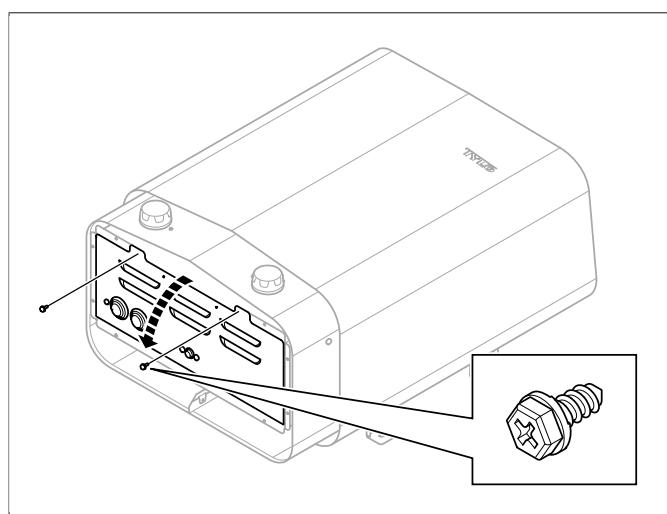

Fig 5: Öppna/stänga luckan
2. Lossa skruvarna och öppna luckan (se **Fig 5**, sidan 3).
4. Stäng luckan och skruva i skruvorna (se **Fig 5**, sidan 3).